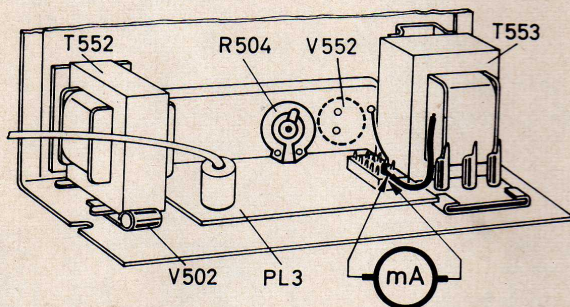

Fig. 25
3. Raccorder un milliampèremètre (Multavi V, $R_i = 0,2 \Omega$ à 1,5 A) dans la ligne collectrice du transistor final V 552 (fig. 25).
5. Régler le courant de repos moyennant le potentiomètre ajustable R 504 (fig. 25) sur 700 mA à une tension batterie de 7 V mesurée derrière l'interrupteur.
3. Conectar un miliamperímetro (Multavi V, $R_i = 0,2 \Omega$ a 1,5 A) en la línea colectora del transistor final V 552 (fig. 25).
5. Ajustar la corriente de reposo a 700 mA con el ajustador R 504 (fig. 25) y con un voltaje de batería de 7 V, medido detrás del interruptor.